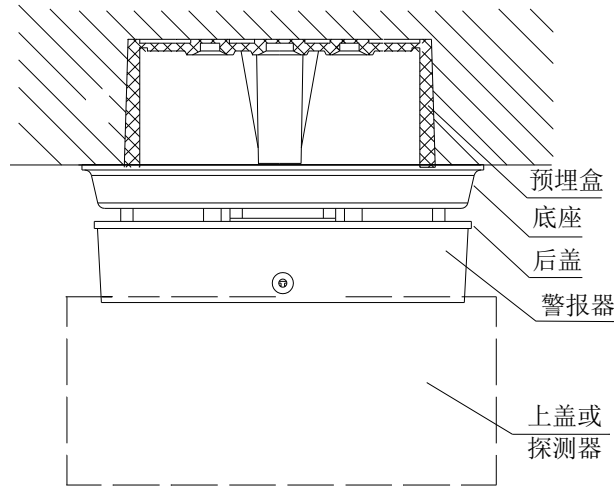
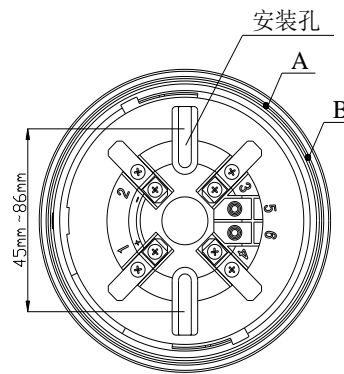

图 2-27
图 2-28
- (1) 警报器安装示意图如图 2-27 示。
- (2) 安装时，用螺钉把警报器固定在预埋盒中。
- (3) 如图 2-28 示，将上盖凸棱对准警报器 A 处凸棱，顺时针旋转至 B 处凸棱即可安装好上盖；若警报器作为底座使用时，取下上盖，将探测器安装在警报器上，安装方式与上盖相同。
警报器端子示意图如图 2-28 所示：